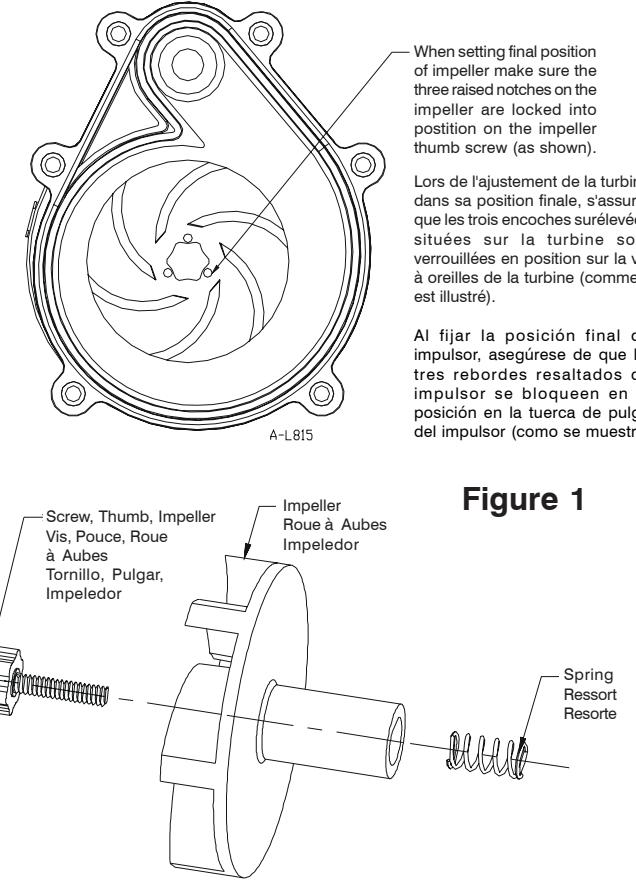

Figure 1
8. To clean pump, remove the (6) thumb nuts in base and clean out with warm water and mild soap. Impeller can be removed by simply pushing impeller forward (compressing spring) and removing thumb nut located in the center of impeller (see figure 1).
- c. Remove (2) motor thumb nuts and washers from pump stand.
- f. Release pressure on the impeller. The impeller should spring forward so it is no longer resting up against the pump stand. Make sure impeller thumb nut locks into place between raised notches on impeller (see figure 1).
- i. Apply volute plate and tighten (6) thumb nuts.
8. Pour nettoyer la pompe : enlever les écrous à oreilles (6) situés dans la base et nettoyer avec de l'eau chaude et du savon doux. Pour déposer la turbine, il suffit de la pousser vers l'avant (en comprimant le ressort) et d'enlever l'écrou à oreilles situé au centre de la turbine (voir la figure 1).
- Déposer les écrous à oreilles (6) de la plaque de volute. Conserver le joint torique situé à l'intérieur de la volute.
- Enlever les écrous à oreilles (2) du moteur et les rondelles du support de pompe.
- Relâcher la pression sur la turbine. La turbine doit remonter vers l'avant pour s'éloigner du support de pompe. S'assurer que l'écrou à oreilles de la turbine se verrouille en place entre les encoches surélevées de la turbine (voir la figure 1).
- Appliquer la plaque de volute et serrer les écrous à oreilles (6).